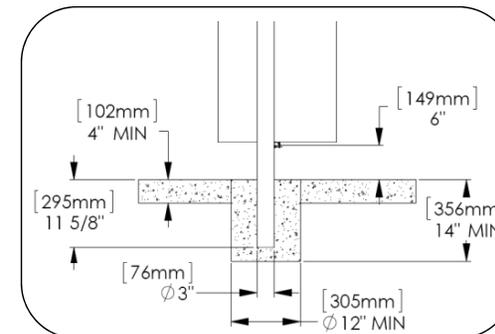

Fig. 5 – Soporte de tubo encastrado, plataforma de hormigón existente
2. Ver Fig. 5 para conocer las recomendaciones básicas sobre los cimientos.